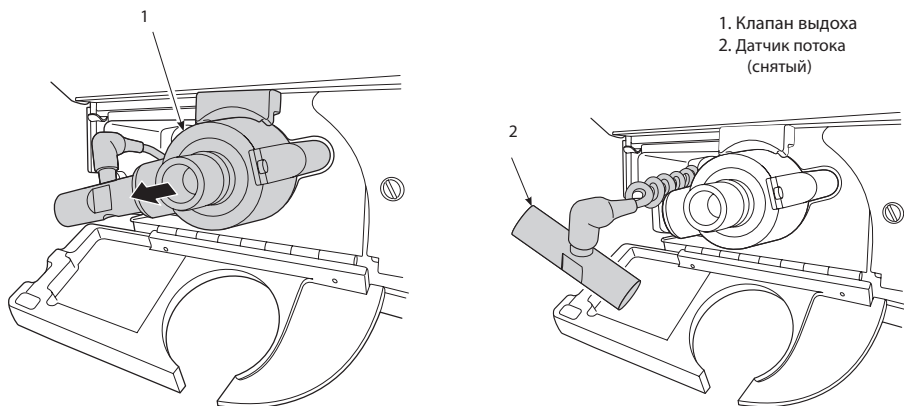

Рис. 6-3. Снятие датчика потока
2. Аккуратным вращающим движением вытащите пластмассовый датчик потока из разъема клапана выдоха. См. рис. 6-3.